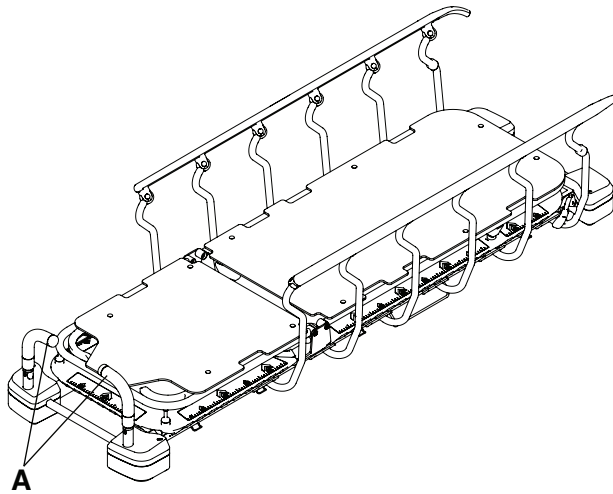

Figura 7 – Posizionamento delle maniglie di spinta del lato testa
2. Fare ruotare le maniglie di spinta del lato testa (A) nella posizione di utilizzo (Figura 7).